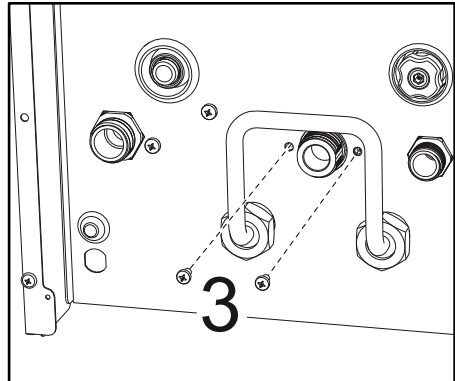

fig. 45
- Deșurubați șuruburile „3” (fig. 45)